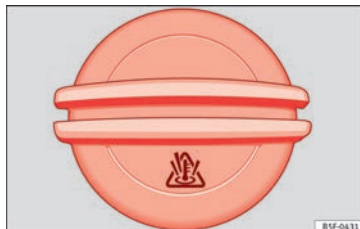

Fig. 110 Nel vano motore: Tappo del serbatoio di compensazione del liquido di raffreddamento.
- Il serbatoio di compensazione del liquido di raffreddamento si riconosce dal simbolo 📖 sul tappo » **fig. 110**.